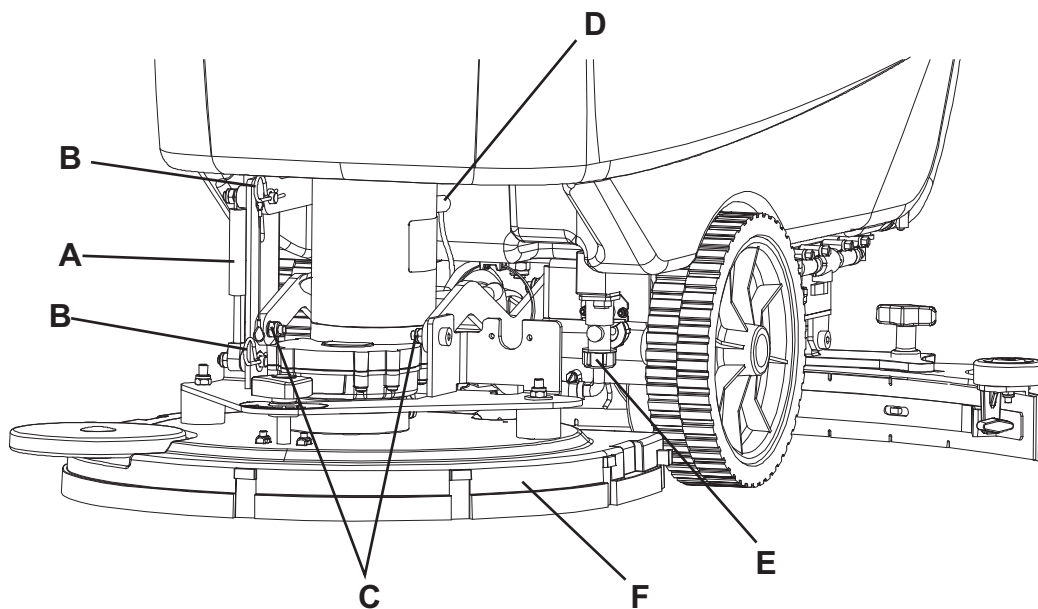

Figure 12
3. Baisser la tête porte-brosses / plateaux support disque en appuyant sur la pédale (11).
4. Si équipés, déposer les goupilles (B, Fig. 12) et le ressort à gaz (A).
5. Débrancher la connexion électrique (D) des moteurs des brosses/plateaux support disque.
6. Déconnecter le raccord (E) du tuyau de la solution.
7. Déposer les vis (C), puis déposer la tête porte-brosses/plateaux support disque (F).